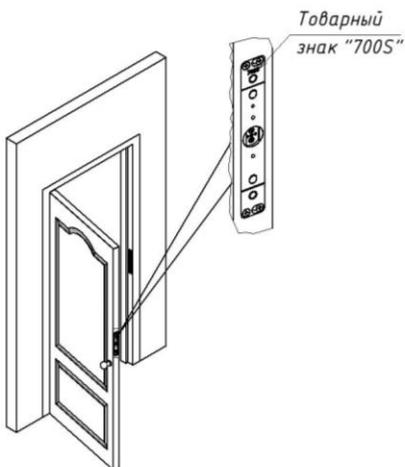
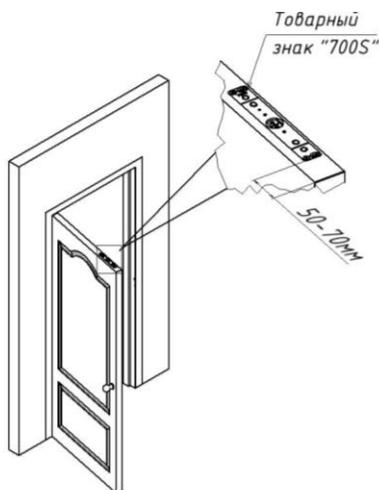

Рисунок 2 – Установка замка в вертикальном варианте
Рисунок 3 – Установка замка в горизонтальном варианте
6.1 Корпусная часть замка ALM-700S монтируется в дверную коробку, якорная часть - в дверное полотно. Замок в вертикальном варианте установки монтируется в среднюю часть двери (рисунок 2), замок горизонтального варианта устанавливается в верхней части двери (рисунок 3).
6.2 Якорная часть при вертикальной установке замка должна быть ориентирована в гнезде по установочной метке в виде товарного знака «700S» направлением вверх (рисунок 2). Для горизонтального варианта установки знак «700S» на якорной части должен ориентироваться в сторону оси поворота двери (рисунок 3).
6.3 Замок поставляется в комплектации для установки в горизонтальном варианте в верхней части двери (рисунок 3).